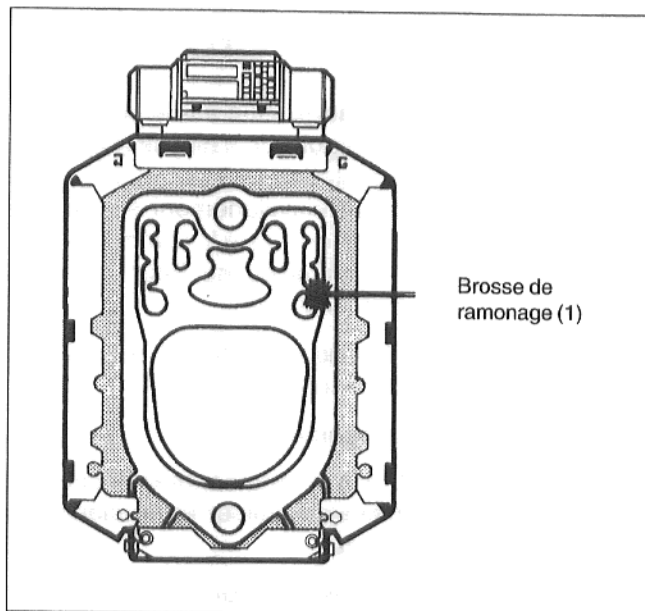

Fig. 39
- Passer la brosse (1) dans chacun des carreaux latéraux (Fig. 39). Le nettoyage s'effectue par mouvements horizontaux et rotatifs de la brosse.